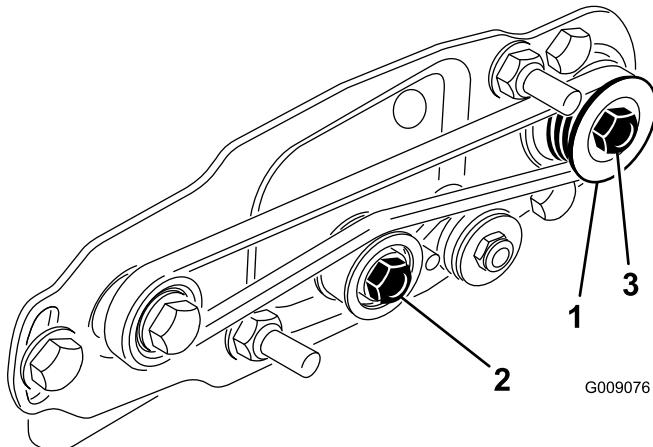
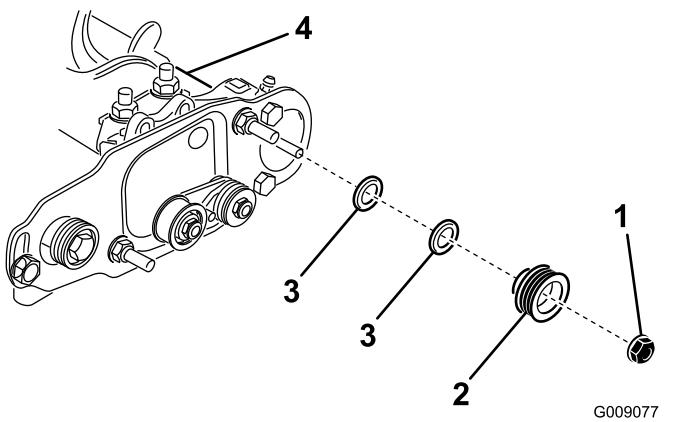

Figure 39
Figure 40
2. Tout en tournant le cylindre, ce qui entraîne la poulie d' entraînement, déchausez la courroie de la poulie (Figure 39).
3. Retirez le contre-écrou qui fixe la poulie menée à l'arbre de la brosse (Figure 39 ou Figure 40).
4. Déposez la poulie menée de l'arbre (Figure 40).
5. Si la poulie a besoin d'être déplacée vers l'extérieur, ajoutez une entretoise de 0,8 mm d'épaisseur (Figure 40). Si la poulie doit être rapprochée de l'intérieur, retirez l'entretoise de 0,8 mm existante.
1. La poulie menée (au niveau de l'arbre de la brosse) peut bouger vers l'intérieur ou l'extérieur (Figure 39).